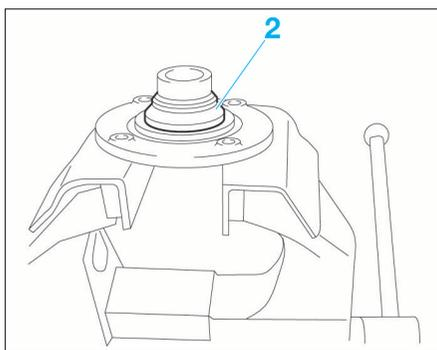

FIG. 20
- Extraire le moyeu avec la demi-cage intérieure de roulement (2) (Fig.20).